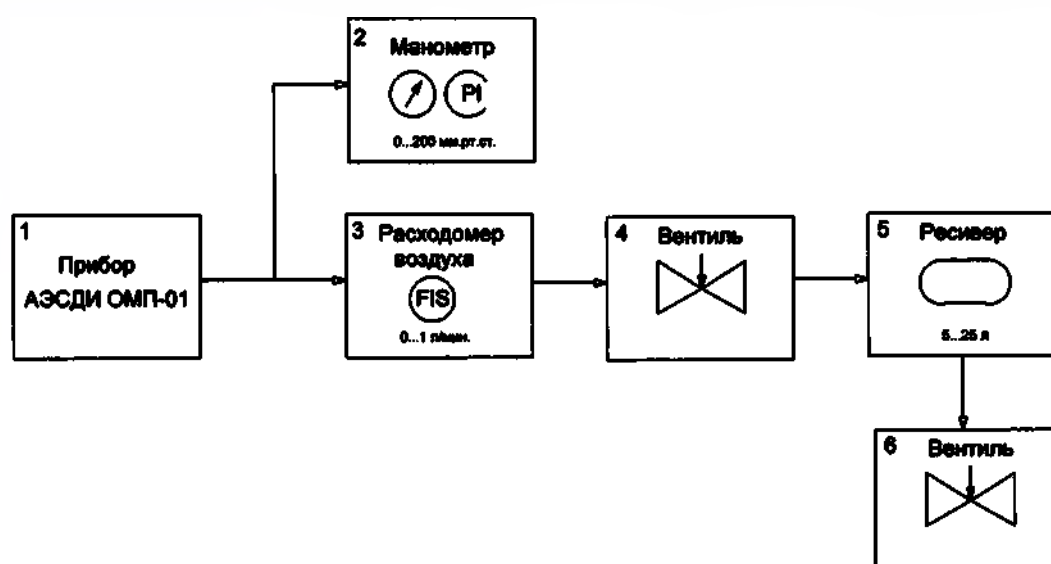

Рис. 4 Схема для проверки параметров прибора
10.1.1 Собрать пневматическую схему согласно рис. 4.